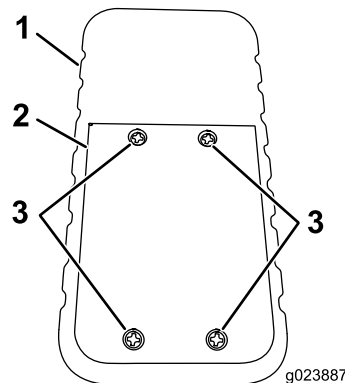

**Figura 61**
A tabela a seguir apresenta os diversos estados das luzes indicadoras no transmissor portátil (Figura 61) e seus significados:
4. Pressione simultaneamente e mantenha pressionados os botões ligar e desligar (Figura 61).
5. Mantenha pressionados os botões Liga e Desliga até começar a piscar a luz verde de transmissão (TX) (Figura 61).
6. Ligue a máquina, continuando a manter pressionados os botões Liga e Desliga (Figura 61).
7. Libere os botões Liga e Desliga (Figura 61).